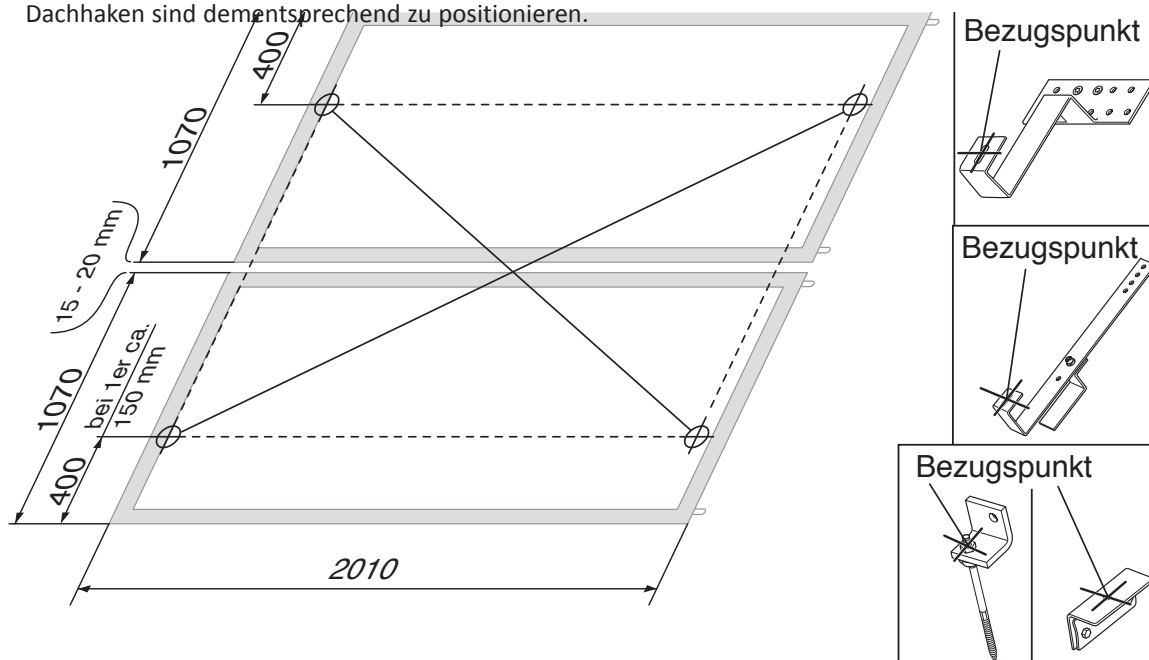
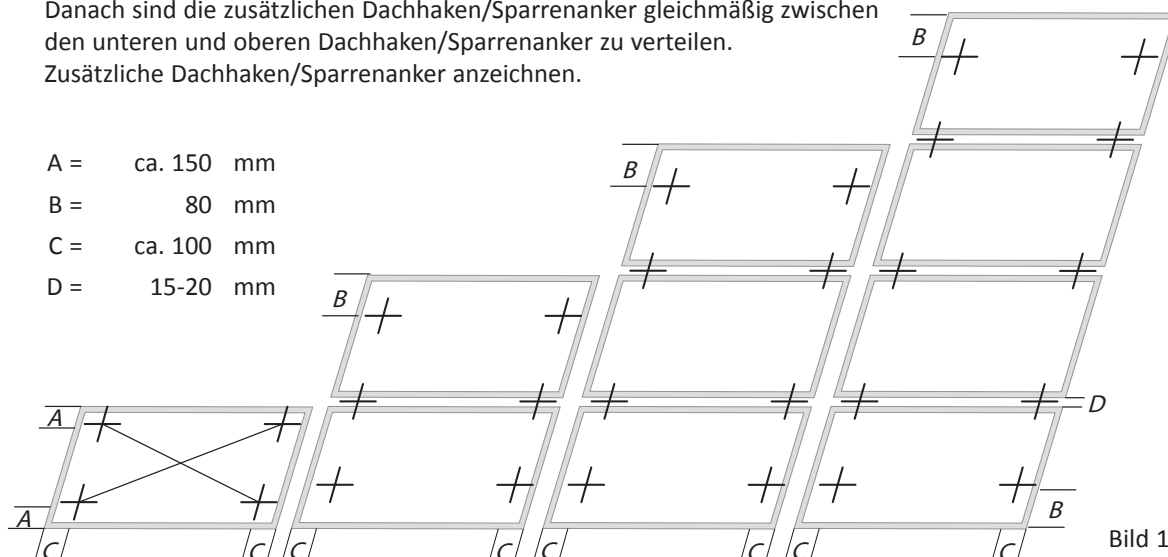

Bild 1b
Bild 1c
In Bild 1b ist die Position der Dachhaken oder Sparrenanker für zwei Kollektoren dargestellt. Sind mehrere Kollektoren in einer Reihe zu montieren, muß zuerst die Position der unteren beiden Dachhaken/Sparrenanker und dann die Position der oberen beiden Dachhaken/Sparrenanker festgelegt werden. Weitere Dachhaken bzw. Sparrenanker bei größerer Kollektorzahl sind dazwischen mit gleichmäßiger Verteilung zu montieren, siehe Bild 1c.
- In Bild 1c ist die Anzahl der Dachhaken/Sparrenanker je nach Anzahl der Kollektoren dargestellt.